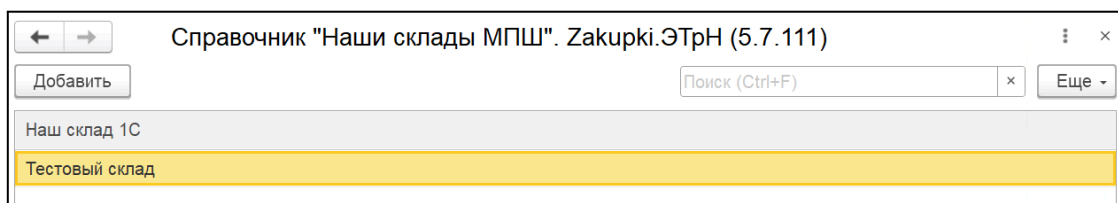

Рис. 87. Добавление склада организации
1. Нажмите на кнопку «Добавить» (рис. 87).
2. В поле «Наш склад 1С» из раскрывающегося списка выберите склад (рис. 87).